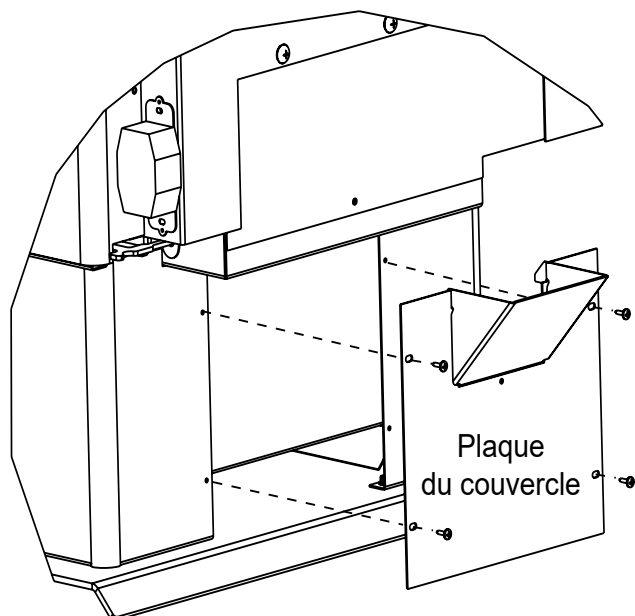

Figure 23.3
**REMARQUE :** Si vous effectuez une installation au sol de l'ensemble de la prise d'air extérieur sur un modèle à dessus étagé avec piédestal, vous devez fixer la plaque de recouvrement jointe à l'aide des 4 vis, à l'arrière du poêle. Vous pouvez jeter cette pièce si vous n'en avez pas besoin (**Figure 23.3 à la page 23**).